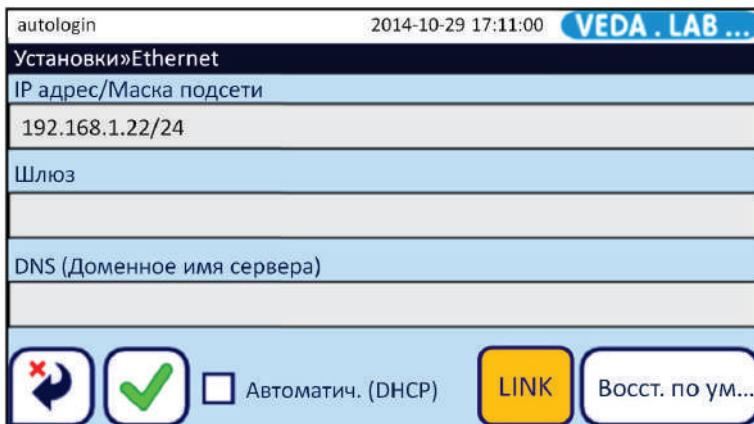

Рис. 50: Меню Настройки> Ethernet (Settings>Ethernet). См. 11.7.
- 2 В меню **Настройки** (**Settings**) коснитесь кнопки **Ethernet** (11 на Рис. 41) для входа в меню настроек Ethernet (см. Рис. 50).